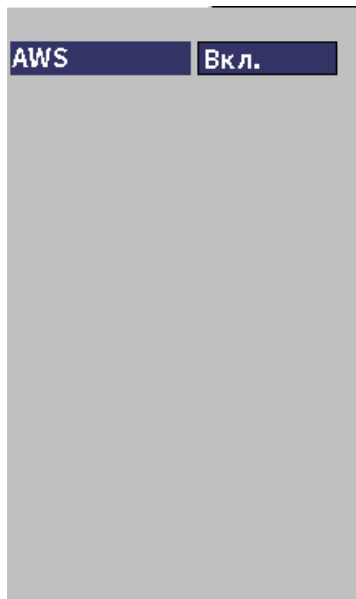

Рис. 11-25 Диалоговое окно AWS
2. Выберите значок **AWS** () , чтобы открыть диалоговое окно AWS (см. Рис. 11-25 на стр 192). Подробнее о диалоговых окнах см. в «Навигация по диалоговым окнам и страницам настройки» на стр. 22.